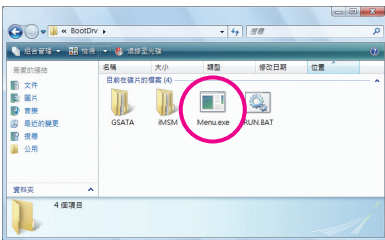
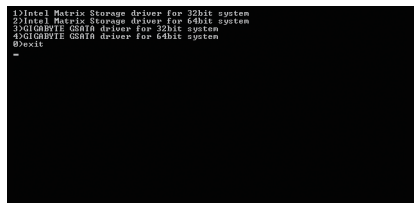

图3
图4
- 2：进入光盘中的“BootDrv”文件夹，双击“Menu.exe”文件(图3)后会出现“命令提示符”画面，内含如图4所示的控制器菜单。
- 3：放入空白磁盘。按下SATA控制器驱动程序代码后再按<Enter>键。以图4的菜单为例：